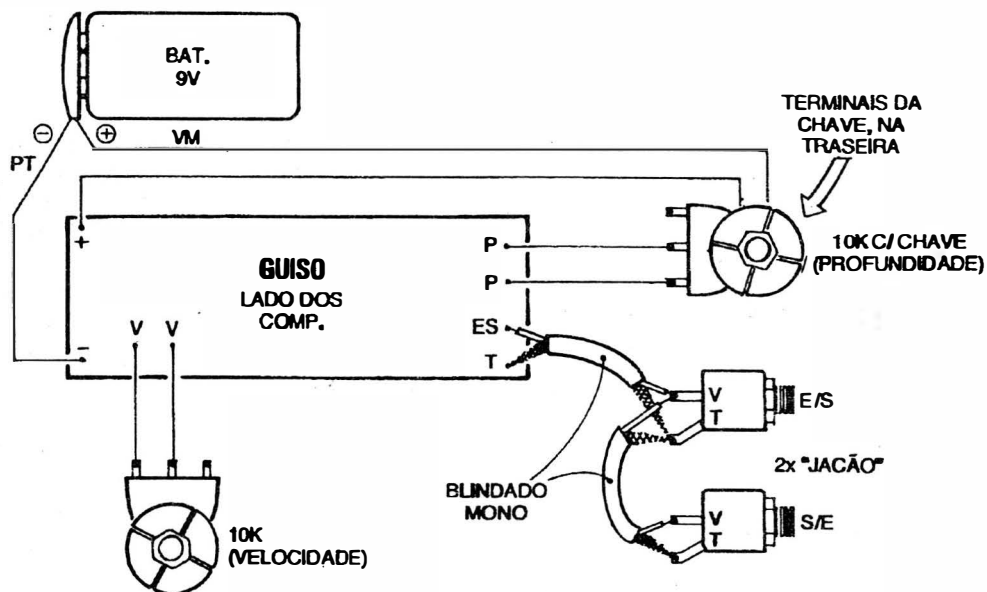

Fig.4
- **FIG. 4 - CONEXÕES EXTERNAS À PLACA** - A placa continua vista pela sua face não cobreada... As conexões externas ou periféricas são, agora, enfatizadas. Observar bem os seguintes pontos: